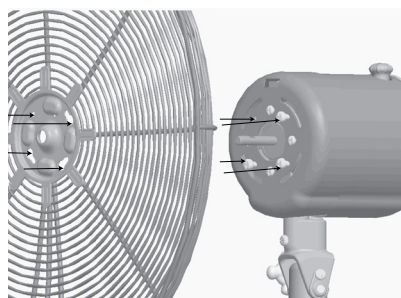

FIGURA 8
19. Afloje los tres tornillos restantes de montaje de la rejilla. Alinee las tres ranuras de bocallave en la rejilla posterior con los tres tornillos restantes en la parte delantera del motor y coloque la rejilla nuevamente en la parte delantera del motor, asegurando que las arandelas estén entre la cabeza del tornillo y la rejilla posterior. Vea la Figura 8.